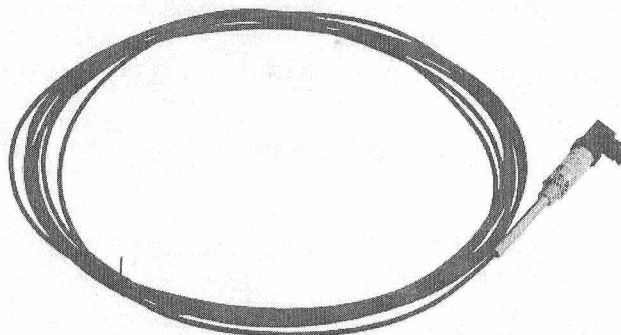

Рисунок 2 – Общий вид ПЛП в виде гибкого кабеля
- в виде гибкого кабеля, с пределом измерений до 25 м, рисунок 2.